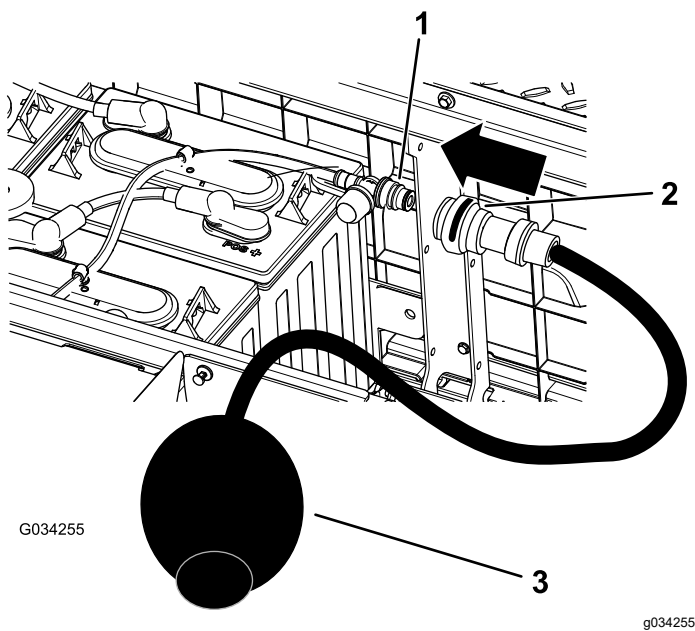

Figure 38
4. Branchez la pompe à eau manuelle Toro à l'orifice de remplissage d'eau (Figure 38).